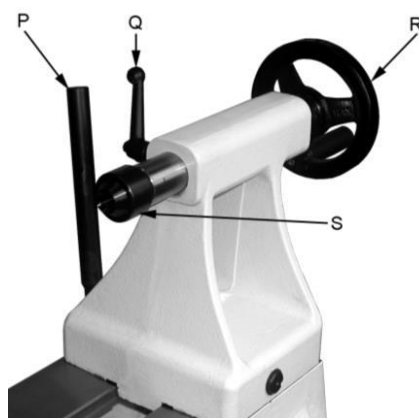

Рис. 19
Поверните маховик (R, Рис. 19) по часовой стрелке, чтобы выдвинуть пиноль задней бабки. Зафиксируйте пиноль задней бабки с помощью ручки (Q).